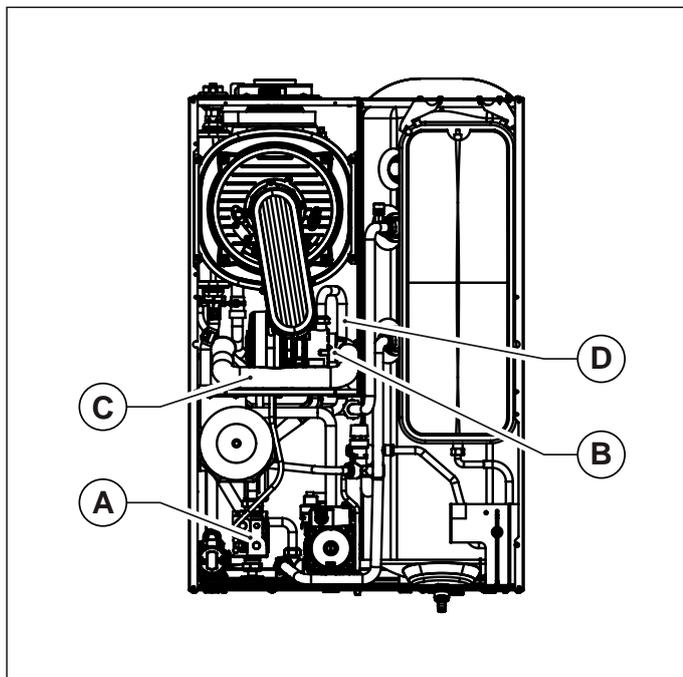

Fig. 27 Marmitta di aspirazione
- Rimuovere la marmitta di aspirazione, avendo cura di svitare prima la vite che la fissa al miscelatore (vedi Fig. 27 Marmitta di aspirazione).
- Scollegare il tubo gas dal miscelatore (vedi Fig. 27 Marmitta di aspirazione).